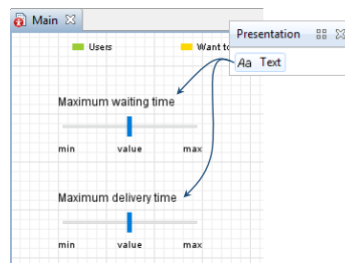

Рисунок 8.14 – Палітра презентації
15. Відкрийте палітру *Presentation*, перетягніть дві фігури *Text* на діаграму та розмістіть їх над повзунками. Налаштуємо заголовки цих елементів керування (рис. 8.14).